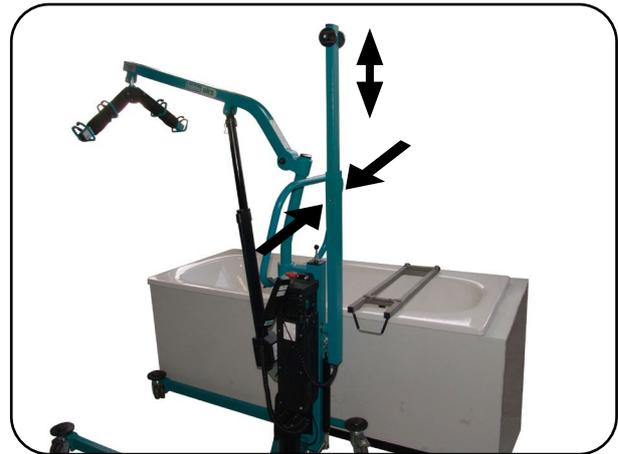

Abb. 8.8.01 - Abstützarm herausziehen
**Ausziehen des Abstützarms:** Der Abstützarm ist teleskopierbar und steht beim Standardbetrieb eingeschoben senkrecht nach oben. Zur Verlängerung ziehen Sie ihn bis zur Einrastung heraus. Zum Zusammenschieben drücken Sie die beiden Raster zusammen (Abb. 8.8.01).